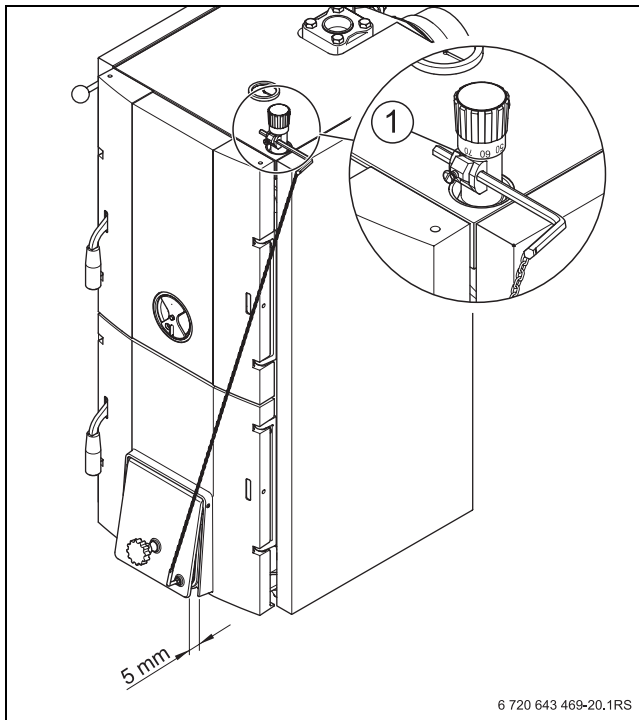

Рис. 26 Настройка регулятора горения
- ▶ Установите регулятор горения на красную метку (85 °C) (→ рис. 26). Регулировка производится по красной шкале регулятора.